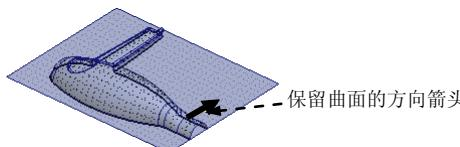

图 8.24 选取保留曲面的方向
- (3) 单击 **分型面** 功能选项卡 **编辑** ▾ **区域** 中的 **合并** 按钮，此时系统弹出“合并”操控板。
- (4) 保留曲面的方向箭头，如图 8.24 所示。